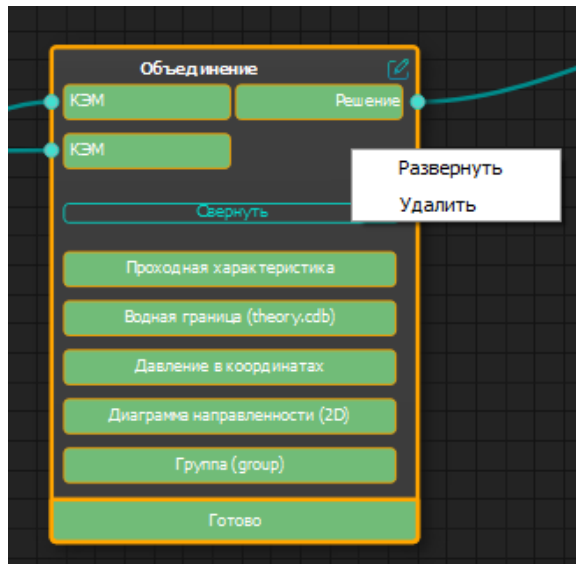

Рисунок 191 – Контекстное меню объединения
- «Удалить» – отменить объединение (Рисунок 191).